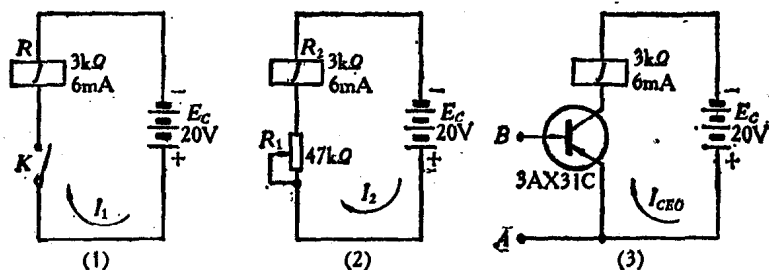

图 1-9
知道了晶体管的特性和原理后，我们如何来应用它呢？为此让我们先来分析一下图 1-9 所示电路，这三个电路中所用电源均为 20 伏， J 是高灵敏继电器，它的内阻是 3 千欧，吸动电流是 6 毫安，所不同的是：图(1) 中串一只开关 K ，图(2) 中用一只 47 千欧的可变电阻器，图(3) 中用一只晶体三极管。